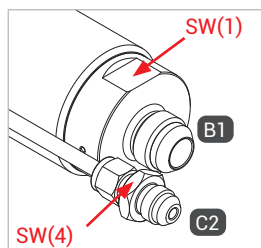
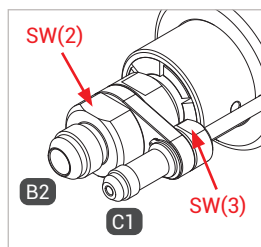

Abbildung 1
Abbildung 2
- ▶ Halten Sie beim Montieren des Füll- und Rückführschlauches, der Medienleitung und der Gasrückführung an die Anschlüsse „B1“, „B2“, „C1“ und „C2“ an den Schlüssel­flächen SW(1), SW(2), SW(3) und SW(4) (Abbildung 1 und Abbildung 2) mit einem Gabelschlüssel gegen.
- ▶ Verschrauben Sie die Betriebsmedienzuleitung „B1“ druckdicht mit dem Füllschlauch der Tankstelle (Abbildung 1). Anzugsdrehmoment siehe untenstehende Tabelle.
- ▶ Verschrauben Sie, falls vorhanden, die Gasrückführung „C2“ druckdicht mit dem Rückführschlauch der Tankstelle (Abbildung 1). Anzugsdrehmoment siehe untenstehende Tabelle.
- ▶ Verschrauben Sie die Betriebsmedienableitung „B2“ druckdicht mit dem Anschluss des Füllschlauches (Abbildung 2). Anzugsdrehmoment siehe untenstehende Tabelle.
- ▶ Verschrauben Sie, falls vorhanden, die Gasrückführung „C2“ druckdicht mit dem Anschluss des Rückführschlauches (Abbildung 2). Anzugsdrehmoment siehe untenstehende Tabelle.